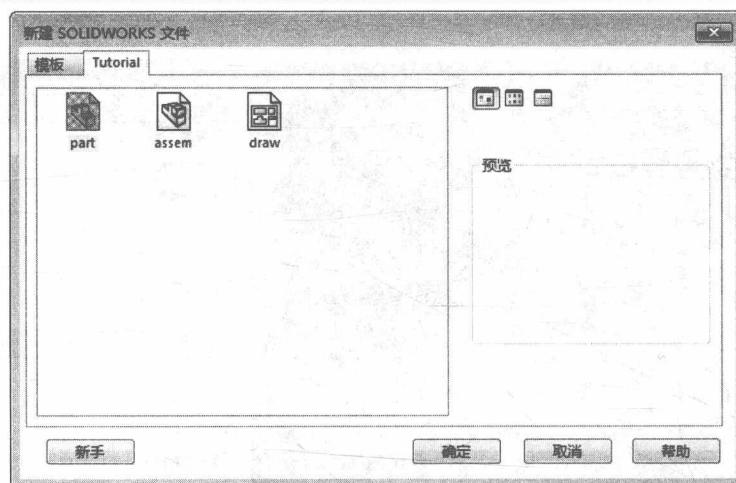
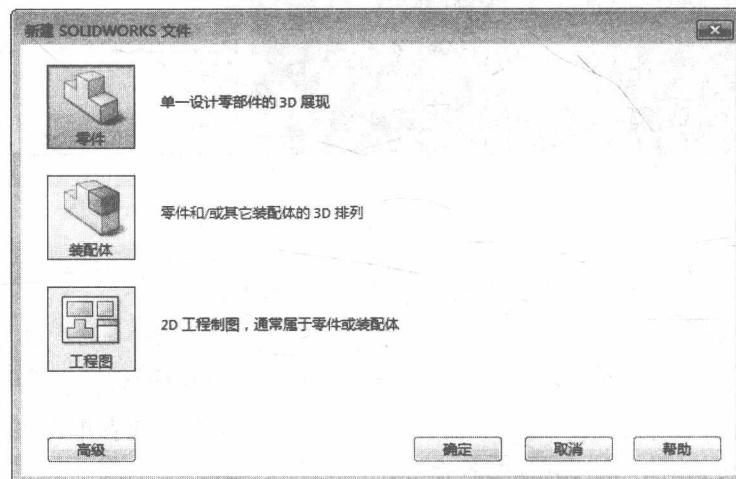

图 1-3 “新建 SolidWorks 文件”对话框
图 1-4 新手版本“新建 SolidWorks 文件”对话框
2. 选择文件类型。此时系统弹出如图 1-3 所示的“新建 SolidWorks 文件”对话框。在该对话框中有 3 个图标，分别是零件、装配体及工程图图标。单击对话框中需要创建文件类型的图标，然后单击“确定”按钮，就可以建立相应类型的文件。
高级版本在各个标签上显示模板图标的对话框，当选择某一文件类型时，模板预览出现在预览框中。在该版本中，用户可以保存模板添加自己的标签，也可以选择 Tutorial 标签来访问指导教程模板，如图 1-3 所示。
单击图 1-3 中的“新手”按钮就会进入新手版本显示模式，如图 1-4 所示。该版本中使用较简单的对话框，提供零件、装配体和工程图文档的说明。